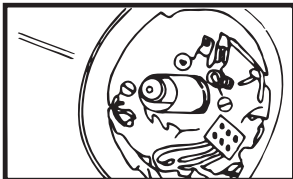

FIGURE 23 • FIGURA 23
- 4) Pour installer correctement le circlip du roulement supérieur, faites glisser un morceau de tube d'acier de 1-5/8 x 7/8 (1.59 x 2.2 cm) par-dessus l'arbre et contre le circlip (reportez-vous à la figure 23).